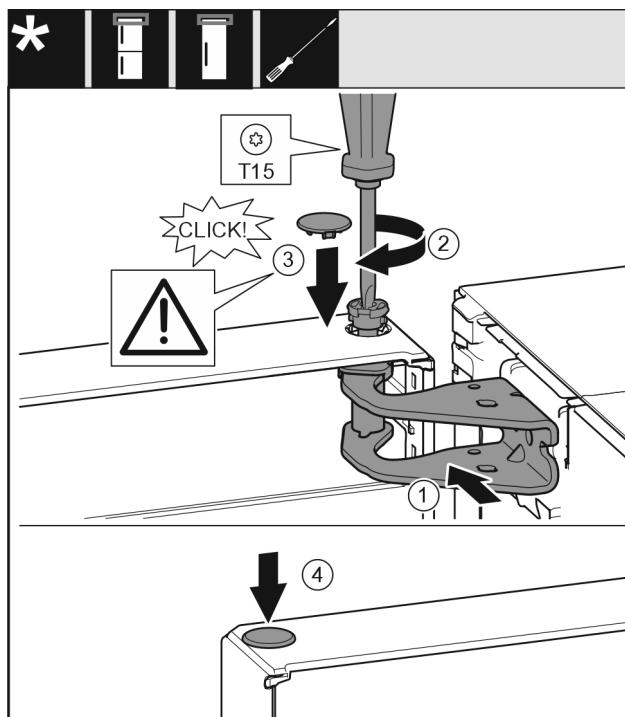

Fig. 23
- Tür oben zur Öffnung im Lagerbock Fig. 23 (1) ausrichten.
- Bolzen Fig. 23 (2) einsetzen und mit Schraubendreher festschrauben.
- Abdeckung Fig. 23 (3) einsetzen.
- Kontrollieren, dass die Abdeckung Fig. 23 (3) auf der Tür aufliegt.
- Abdeckung Fig. 23 (4) einsetzen.